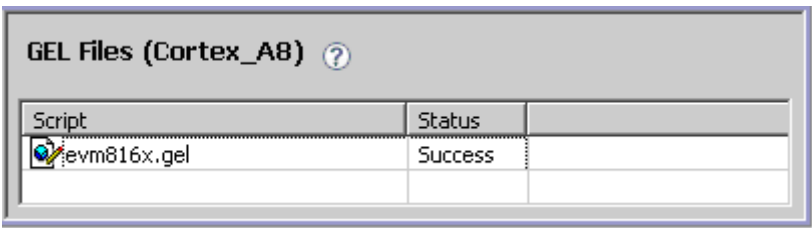

图 1-1-16
3. 在打开的 GEL Files 窗口中右键选择[Load GEL]，然后选 gel 文件路径，载入后如图 1-1-16 所示：